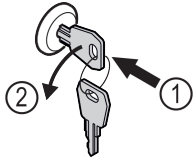

Fig. 131
- ▶ Schlüssel hineindrücken. Fig. 131 (1)
- ▶ Schlüssel um 90° gegen den Uhrzeigersinn drehen. Fig. 131 (2)